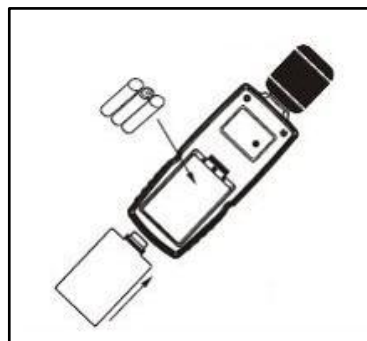

Рисунок 4.
1. Откройте крышку батарейного отсека прибора и установите соответствующим образом 3 батарейки типа ААА 1.5В (см. Рисунок 4).